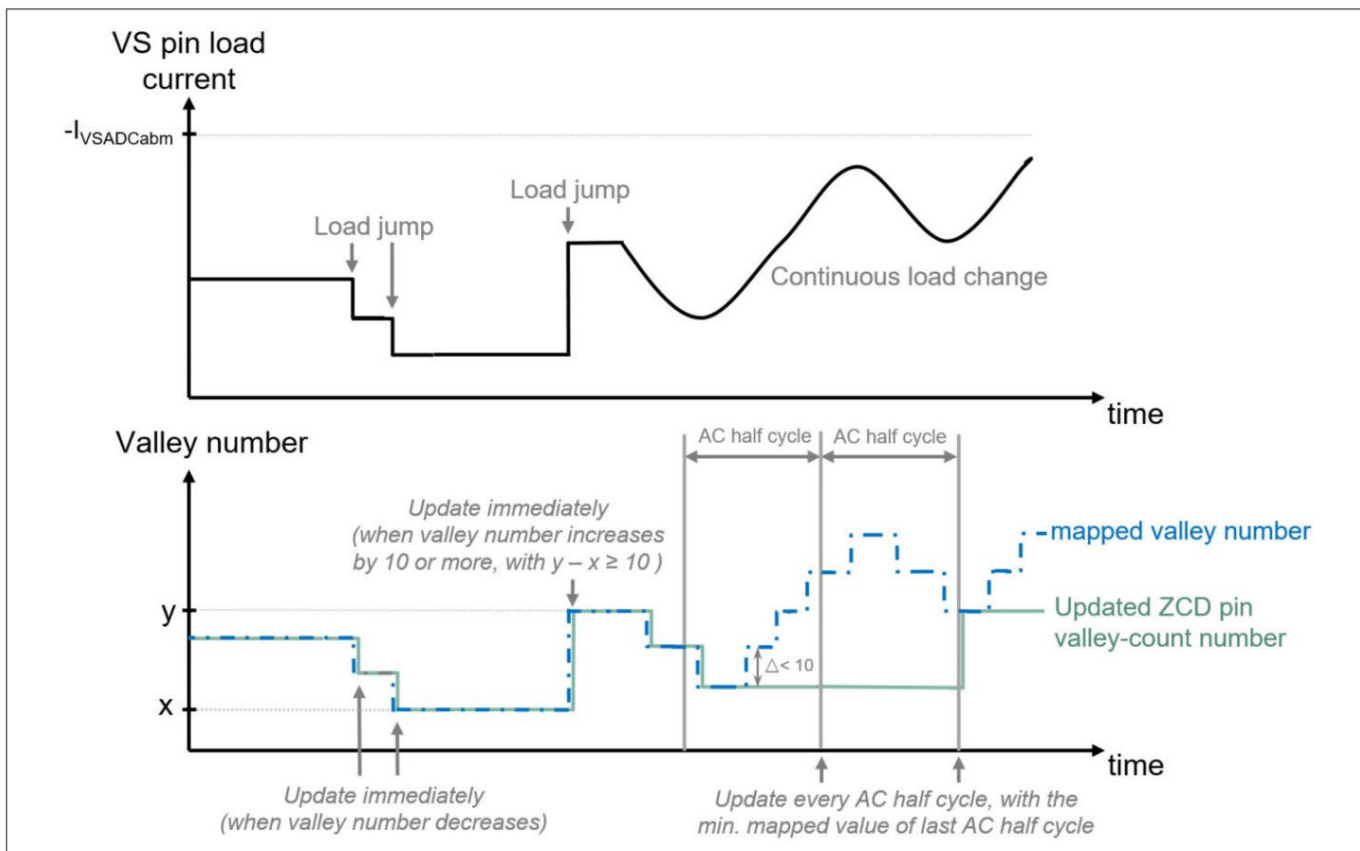

图 16 QRM 谷底选择滞回机制示例
1. 为尽量减少一个交流半周期内的多次谷数变化，ICL8830 根据上一个交流半周期的最小映射谷数，每半个交流周期更新一次 ZCD 谷数，如图 16 所示。在每半个交流周期内，控制器调整导通时间，使其保持在所选的谷数。这样跳谷次数就被限制在最低。
2. 发生跳谷时，如果必须减少谷数，则会立即发生跳谷。对于谷数增加的情况，如果跳谷导致谷数增加 10 或更多，则会立即发生变化。否则，只有在下一个 AC 半周期开始时才会发生变化，如图 16 所示。